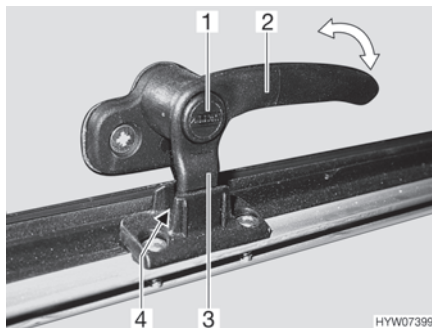
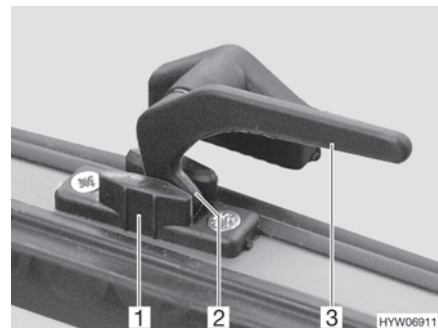

Fig. 90 Levier de verrouillage avec bouton de sécurité en position "Aération permanente"
Fig. 91 Levier de verrouillage en position "Aération permanente"
- En position "Aération permanente" (Fig. 90 et Fig. 91)
- S'il existe, appuyer sur le bouton de sécurité (Fig. 90,1) et le maintenir enfoncé.
- Tourner tous les leviers de verrouillage (Fig. 90,2 ou Fig. 91,3) d'un quart de tour vers le centre du lanterneau.
- Remettre tous les leviers de verrouillage en position initiale. Le tenon de verrouillage (Fig. 90,3 ou Fig. 91,2) doit pénétrer dans le logement du verrouillage du lanterneau (Fig. 90,4 ou Fig. 91,1).